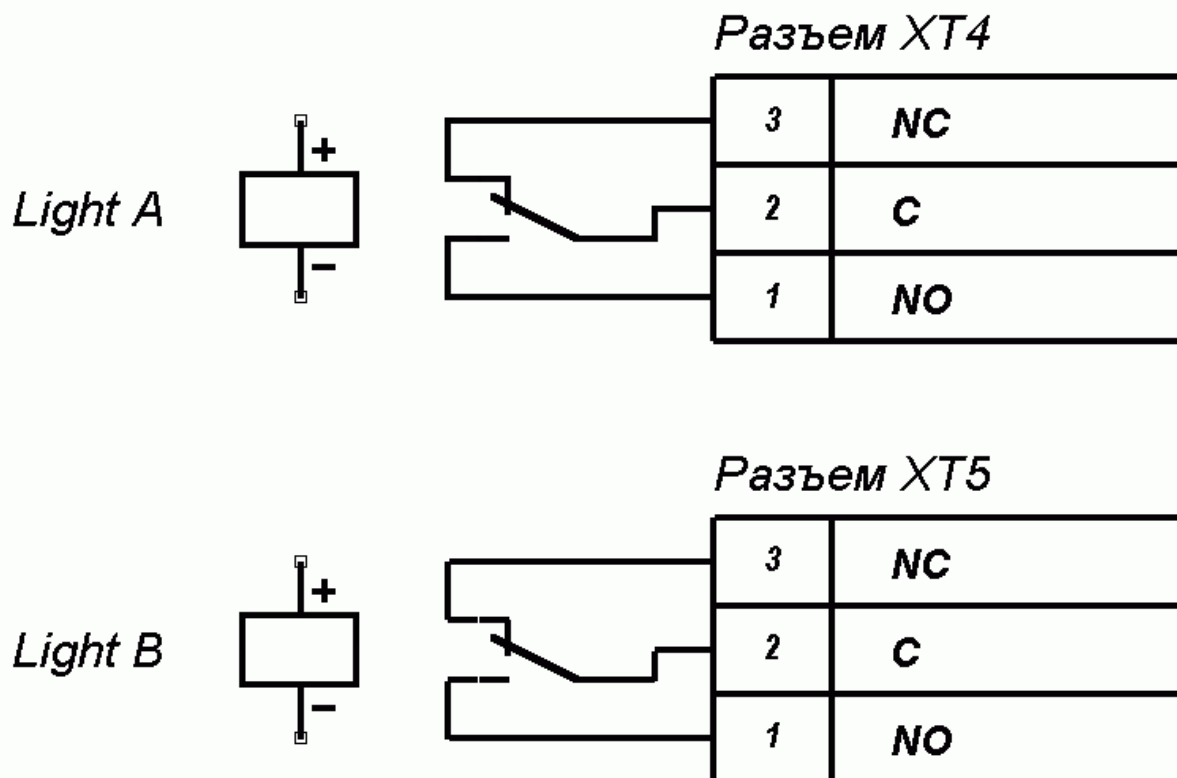

Рисунок 7 – Выходные каскады для Light A и Light B
5.10.1 Информационные световые индикаторы подключаются на клеммные колодки "ХТ4" (Light A) и "ХТ5" (Light B). При этом реле Light A (Light B) активизировано (на его обмотку подано напряжение), когда горит соответствующий данному направлению прохода световой индикатор зеленая стрелка, а красный световой индикатор погашен. Реле Light A (Light B) нормализовано (на его обмотку напряжение не подано), когда соответствующий данному направлению прохода красный световой индикатор горит, а световой индикатор зеленая стрелка погашен. Факт срабатывания/отпускания реле Light A и Light B можно определить по загоранию/гашению красных индикаторов, которые установлены вблизи указанных реле (см. рисунок 2). Выходные каскады для Light A и Light B – перекидные контакты реле (см. рисунок 7) со следующими характеристиками сигналов: